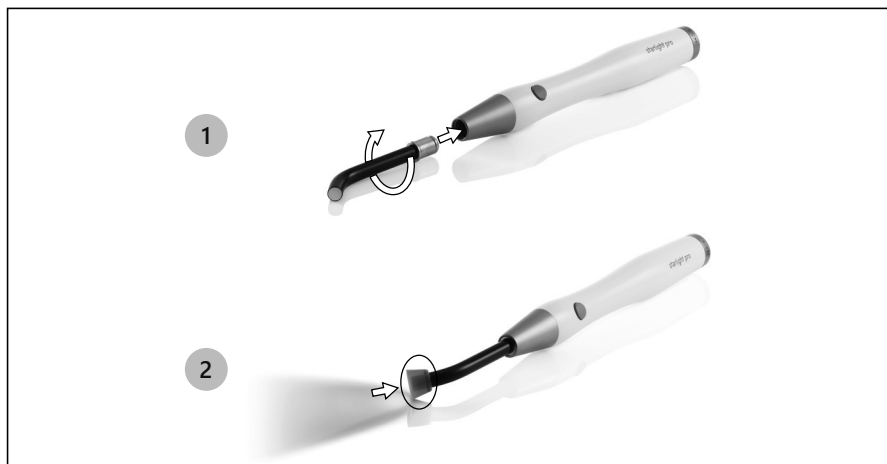

Figura 7 – Conexión de los accesorios
1. Introducir manualmente la fibra óptica en el mango, ejercitando una presión ligera y, en caso necesario, con movimiento giratorio, hasta que este entre en la sede (véase Figura 7 en página 16);
2. Introducir manualmente la protección óptica en la fibra óptica (véase Figura 7 en página 16).